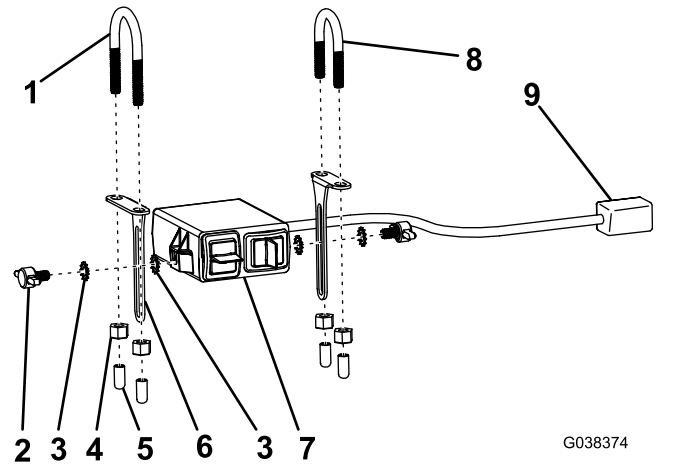

Figure 6
2. Fixez l'un des supports de montage le long du côté gauche du module de commande du véhicule à l'aide du long étrier fileté et de 2 écrous autobloquants (1/4 po), comme montré à la Figure 6.
3. Fixez l'autre support de montage le long du côté droit du module de commande du véhicule à l'aide de l'étrier fileté court et de 2 écrous autobloquants (1/4 po), comme montré à la Figure 6.
4. Fixez le boîtier de commutateur aux supports de montage à l'aide de 4 rondelles en étoile et 2 vis à oreilles, puis ajustez-le à la position souhaitée (Figure 6).
5. Enflez les 4 capuchons en caoutchouc sur les extrémités des étriers filetés (Figure 6).